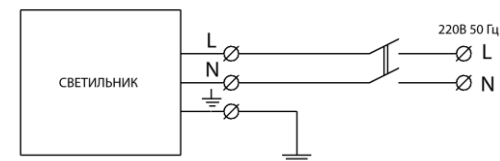

Рисунок 2 Схема подключения светильников «L-park PILLAR»
5.4.3 Откройте крышку монтажного блока и подключите провода согласно схеме подключения (Рисунок 2). Закройте крышку.